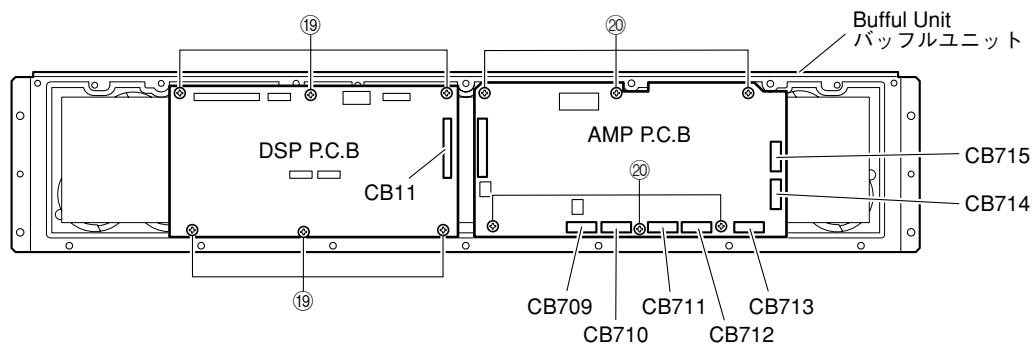

Fig. 6
- Remove connector CB11. (Fig. 6)
- Remove 6 screws (19). (Fig. 6)
- Remove the DSP P.C.B.. (Fig. 6)
- Remove connectors CB709, CB710, CB711, CB712, CB713, CB714 and CB715. (Fig. 6)
- Remove 6 screws (20). (Fig. 6)
- Remove the AMP P.C.B.. (Fig. 6)
- コネクタ-CB11を外します。(Fig. 6)
- 19のネジ6本を外します。(Fig. 6)
- DSP P.B.C. を取り外します。(Fig. 6)
- コネクタ-CB709~715を外します。(Fig. 6)
- 20のネジ6本を外します。(Fig. 6)
- AMP P.B.C.を取り外します。(Fig. 6)